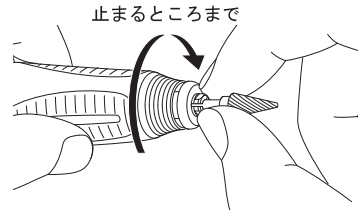

図 10
- 3)チャックが止まるところまで指で右に回します (図 10)。